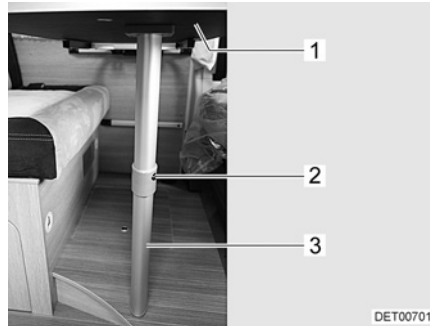

Bild 42 Sängbotten
- Lyft upp bordsskivan (Bild 42,1) något fram till.
- Tryck på låsknappen (Bild 42,2) och fäll upp den nedre delen av det ledade stödbenet (Bild 42,3) 90°.